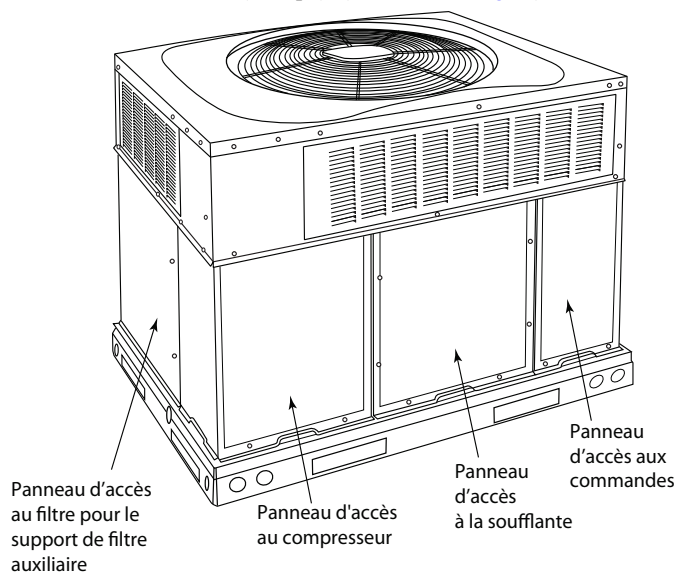
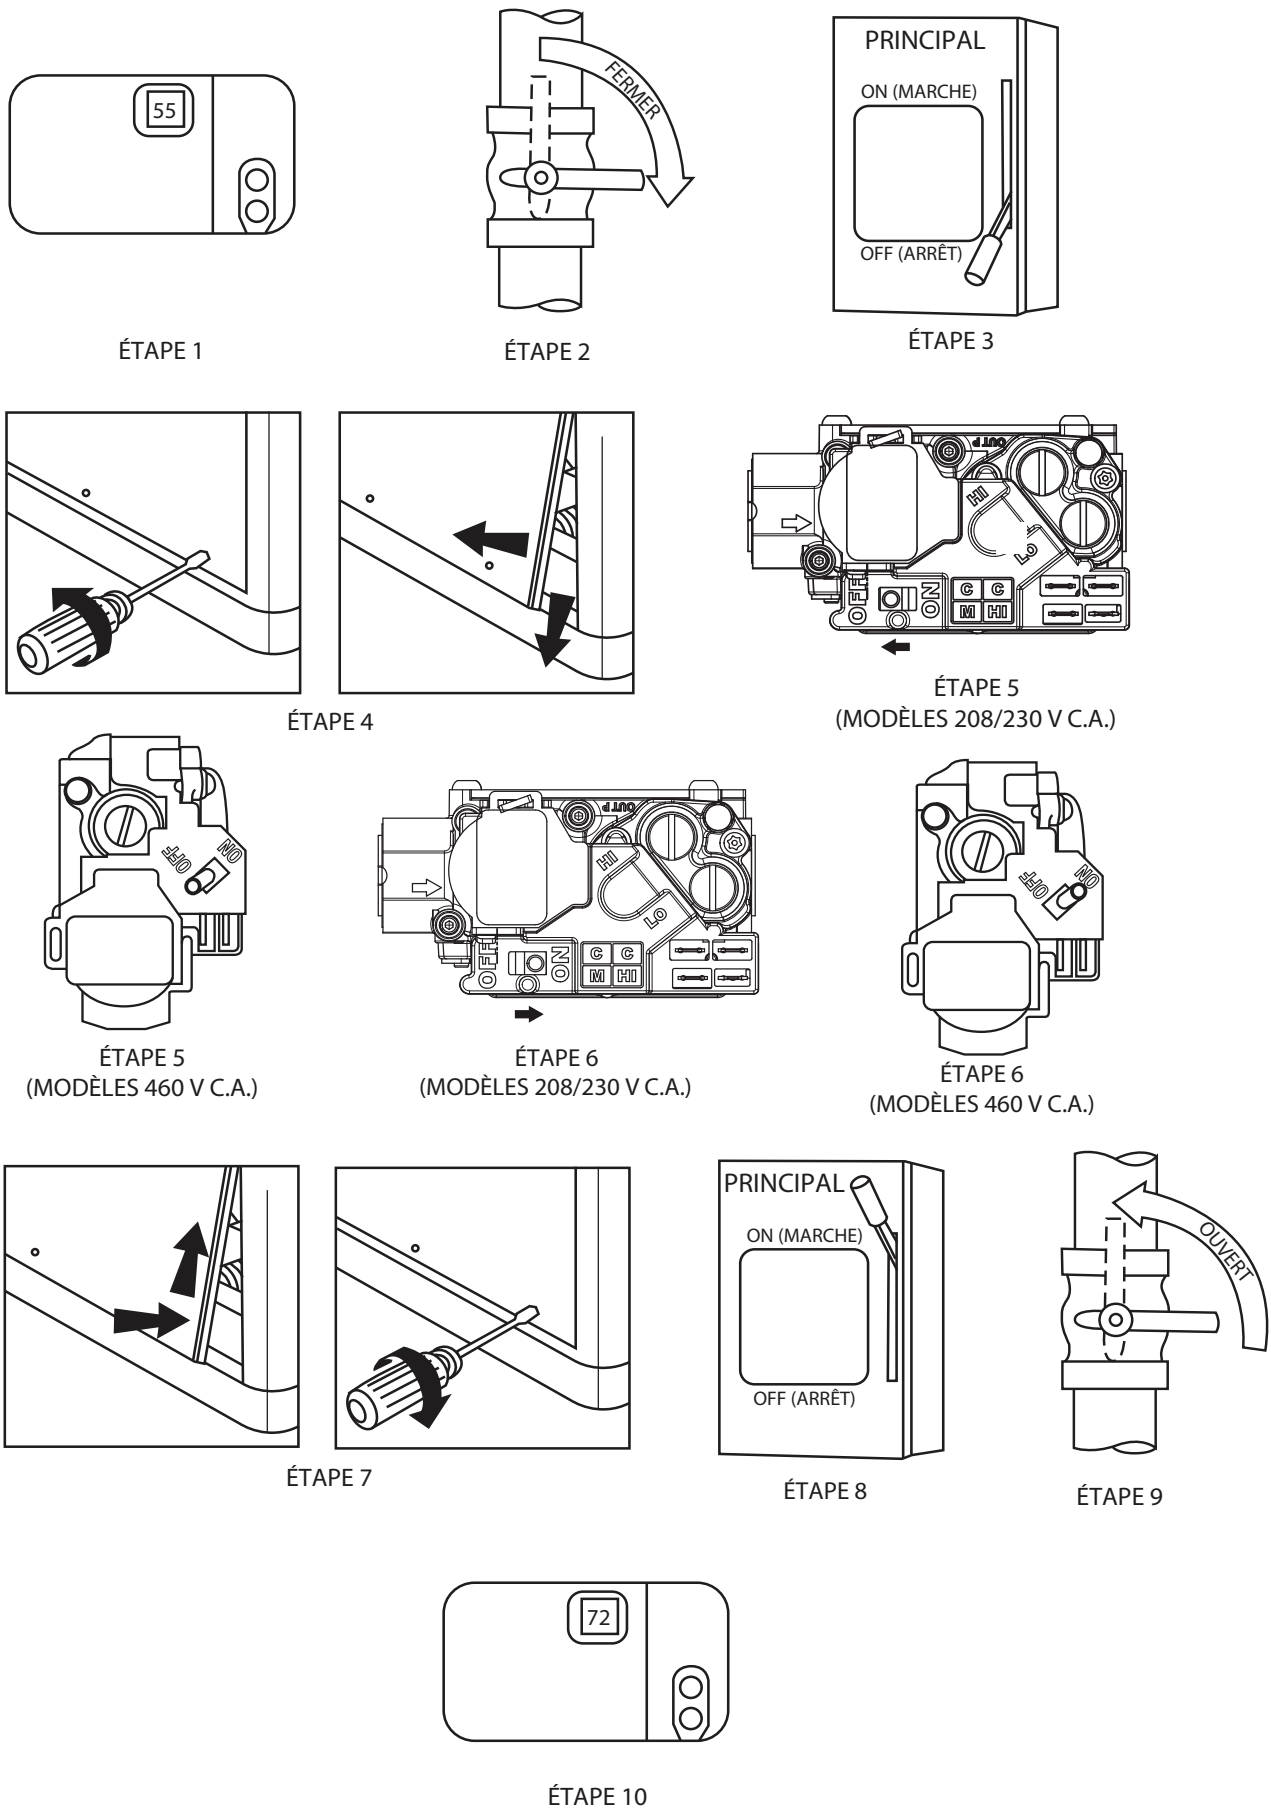

Fig. 2 – Panneau d'accès de l'appareil
Fig. 4 – Pour démarrer l'appareil de chauffage au gaz
Consultez la Fig. 2 pour connaître l'emplacement du panneau d'accès avant de l'appareil. Consultez la Fig. 3 pour connaître l'emplacement du robinet de gaz. Consultez la Fig. 4 pour effectuer les étapes suivantes.
4. Retirez le panneau d'accès de commande au moyen d'un tournevis à douille de 7,9 mm (5/16 po). (Consultez la Fig. 2.)
4. Retirez le panneau d'accès de commande. (Consultez la Fig. 2.)
Pour remplacer ou inspecter les filtres dans un support accessoire de filtre (consultez la Fig. 2) :